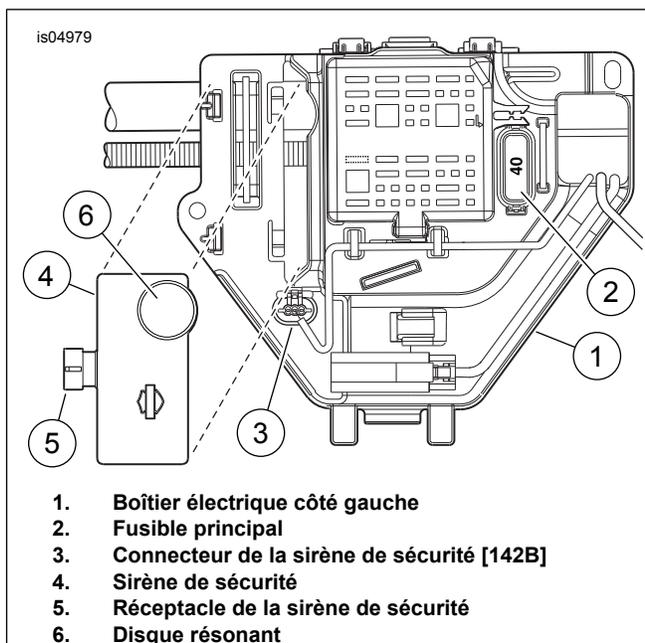

Figure 18. Touring et Trike 2008-2013
4. Voir la figure 18. Retirer le connecteur de la sirène de sécurité [142B] (3) du dispositif de retenue sur le boîtier électrique. Insérer le connecteur de la sirène de sécurité [142B] (3) dans la prise du boîtier de la sirène (5) jusqu'à ce que le connecteur s'enclenche fermement.
5. Glisser la sirène en place sur le côté gauche du boîtier électrique de sorte que le disque de la sirène (6) soit tourné vers l'extérieur.